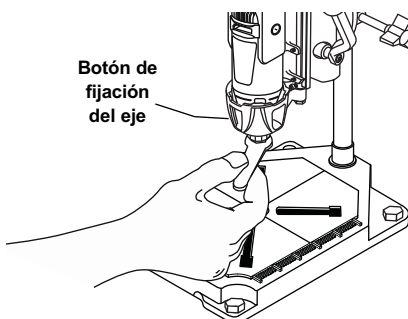

Figura 2. Aflojamiento y apriete del portaherramienta
1. Oprima y mantenga oprimido el botón de fijación del eje a la vez que gira la tuerca del portaherramienta y el eje. Continúe girando la tuerca del portaherramienta y el eje hasta que el cierre se acople y mantenga sujeto el eje (Figura 2).
Introduzca el cordón en los clips para el cordón (Figura 2). El portacordón mantendrá el cordón alejado del área de trabajo. Asegúrese de que haya suficiente flojedad para evitar que se tire del cordón hasta tensarlo cuando se utilice la carrera completa de la prensa.